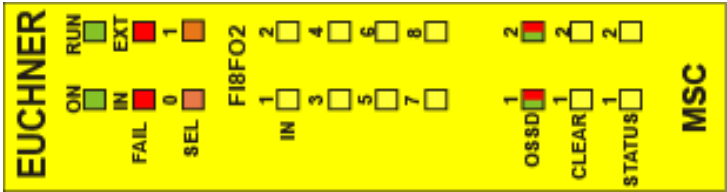

Fig. 18:
8.3.3. Módulo FI8FO2 (Fig. 18)